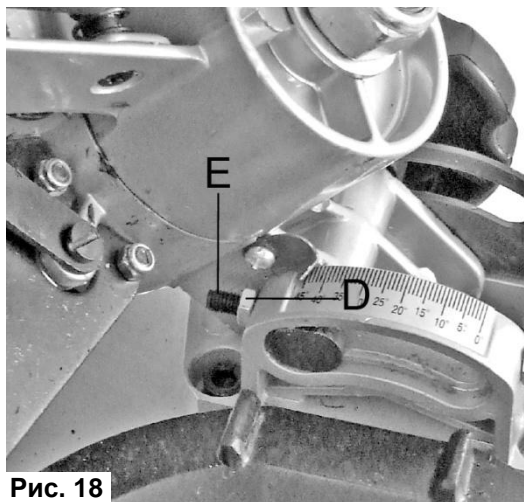
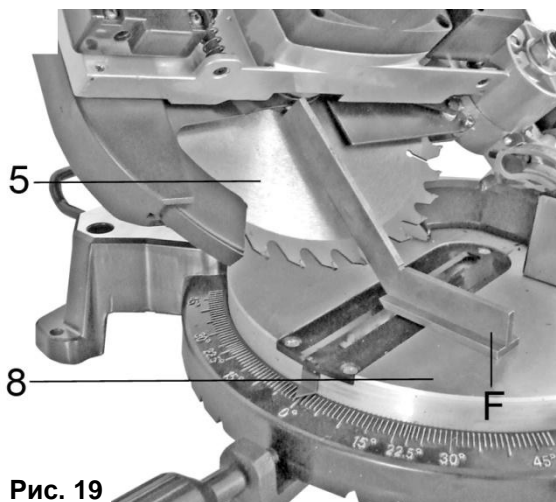

Рис. 18
Рис. 19
- Для регулирования положения 45° , приведите пилу в крайнее левое положение, ослабьте стопорную гайку болта (D)(См. Рис.18).
- Используя угломер (F) вращением болта (E) установите угол 45° пильного диска (5)(См. Рис.19) относительно поворотного стола (8). Затяните стопорную гайку регулировочного болта (D)(См. Рис.18).